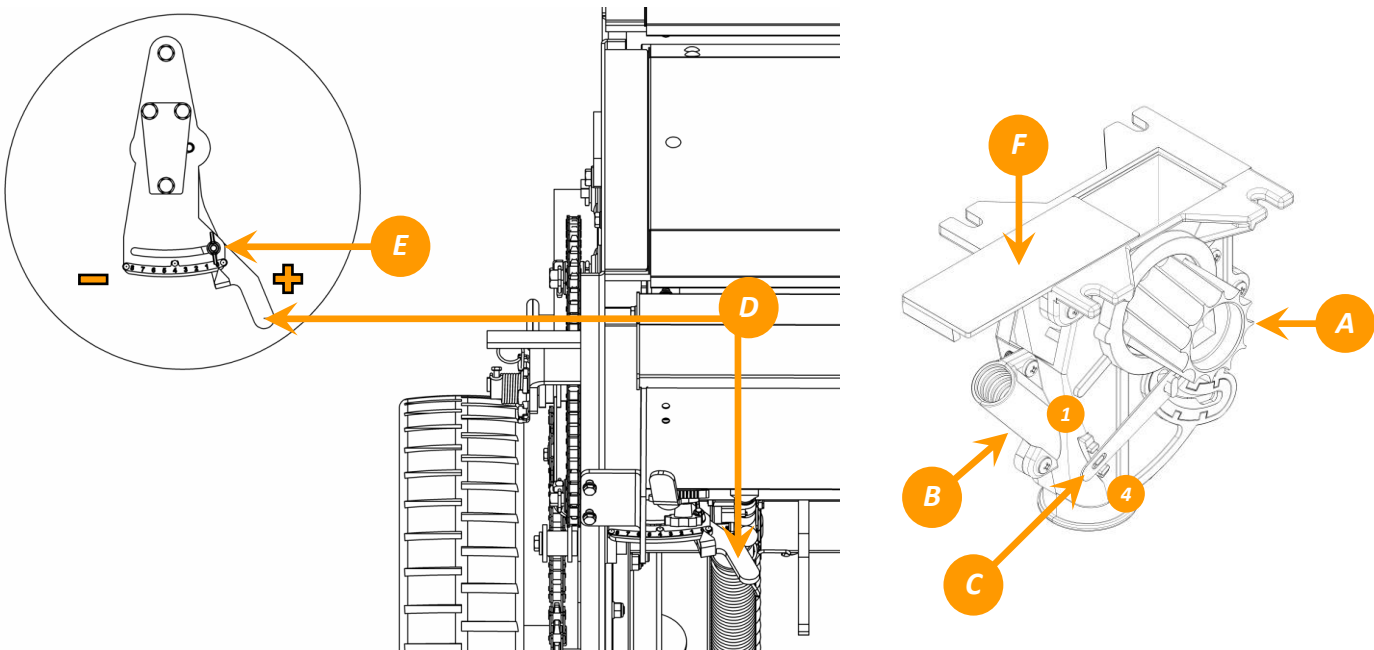

Figura 8 – Regulagem da taxa de sementes e Dosador de sementes
A distribuição de sementes é realizada por um rotor acanalado (A) (figura 8), montado em uma caixa distribuidora (B), o qual é acionado por um eixo quadrado, com a possibilidade de deslizamento sobre esse eixo, determinando uma maior ou menor quantidade de sementes a ser distribuída.